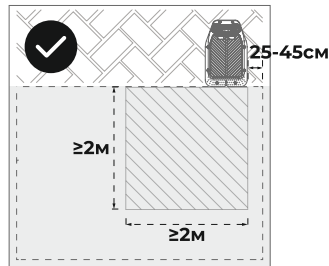

Рис. 14
3) Зарядную станцию можно разместить вдоль внешнего края газона. Зарядная станция должна находиться на расстоянии 25-45 см от границы. Расстояние от задней части зарядной станции до границы не должно быть менее 2 м (рис. 14).